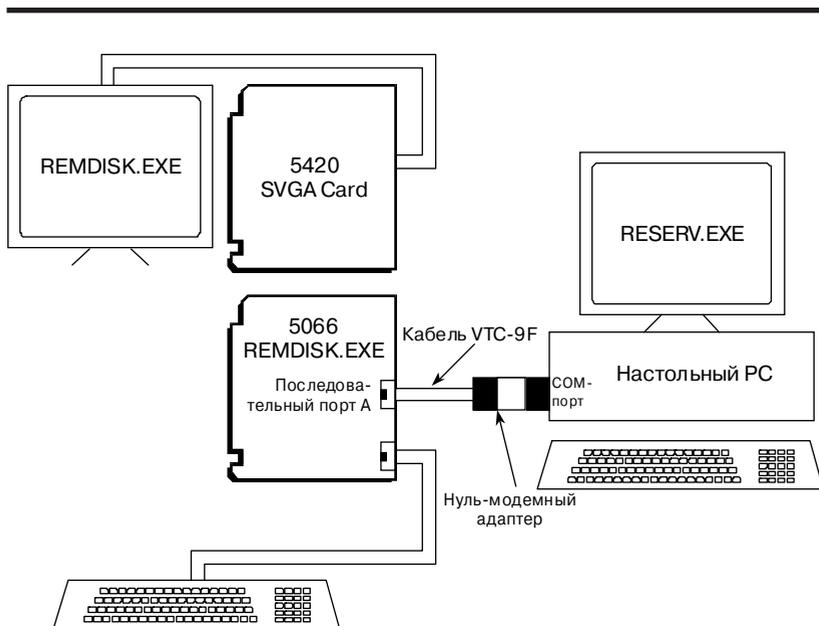

Рис. 12. Загрузка файлов согласно варианту 3
1. Выполните присоединения оборудования и загрузку соответствующего программного обеспечения для каждой системы согласно упрощенной схеме, приведенной на рис. 12.